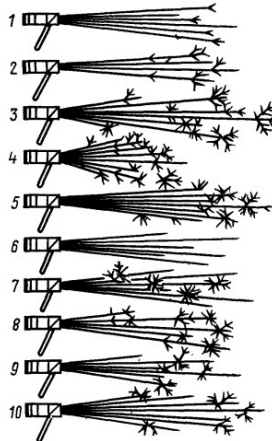

Рис. 3 Определение марки стали по искре
2. Как можно определить марку стали по искре? Пользуясь рис.3, скажите, какие марки стали показаны в позициях 1-10?